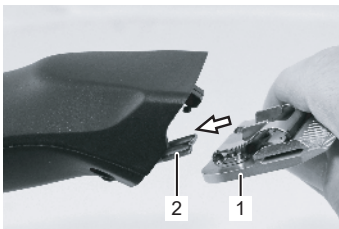

Fig. 17
6. Con la tosatrice accesa, inserisca la testina scelta nella cerniera del pettine e la ribalti con una leggera pressione (Fig. 17, 18, 19).